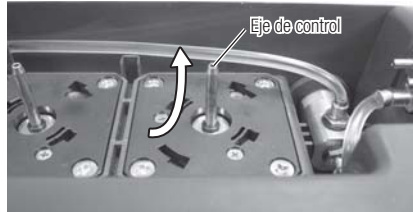

Fig.37
- Limpie la suciedad y el agua del eje de control de arriba abajo. (Fig.37)